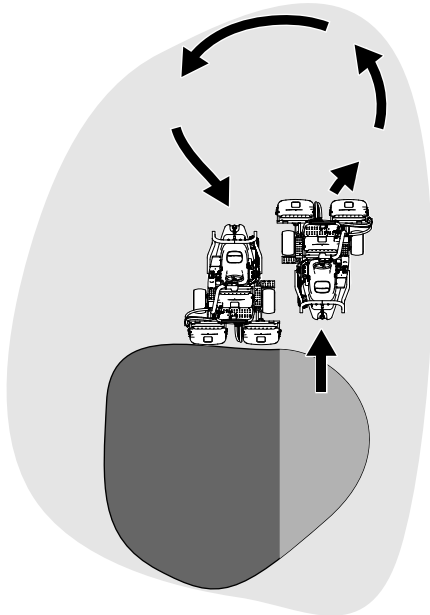

Bild 30
6. Verkürzen Sie die Betriebszeit und vereinfachen Sie das Ausrichten für den nächsten Durchgang, indem Sie die Maschine vorübergehend in die entgegengesetzte Richtung und dann in die Richtung des ungemähten Teils drehen. Führen Sie eine tränenförmige Wende durch (**Bild 30**), um die Maschine schnell für den nächsten Durchgang auszurichten.